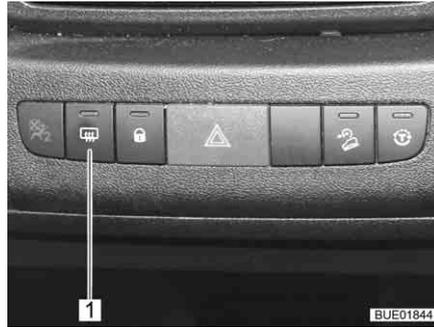

Fig. 36 Interrupteur du chauffage du rétroviseur extérieur (Elegance)
- Appuyer sur l'interrupteur (Fig. 34,1 ou Fig. 36,1) sur le tableau de bord ou sur la console centrale. Le voyant de contrôle de l'interrupteur signale la marche.